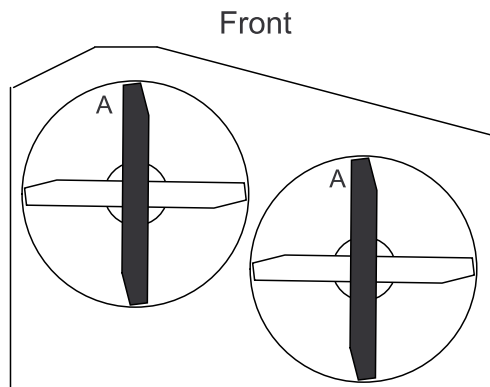

Figure 48
3. Tournez les lames dans le sens longitudinal. Mesurez la distance entre la surface plane et le tranchant (position A) des lames (Figure 48). Notez cette valeur.